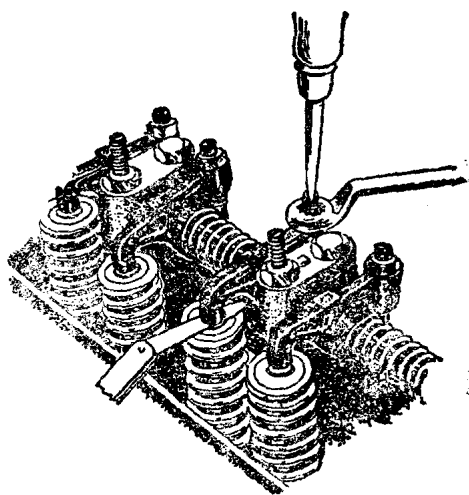

图4 气门间隙的调整
(5)按规定调校好气门间隙(如图4)：进、排气门与摇臂的间隙为 $0.20\sim 0.25\text{mm}$ 。